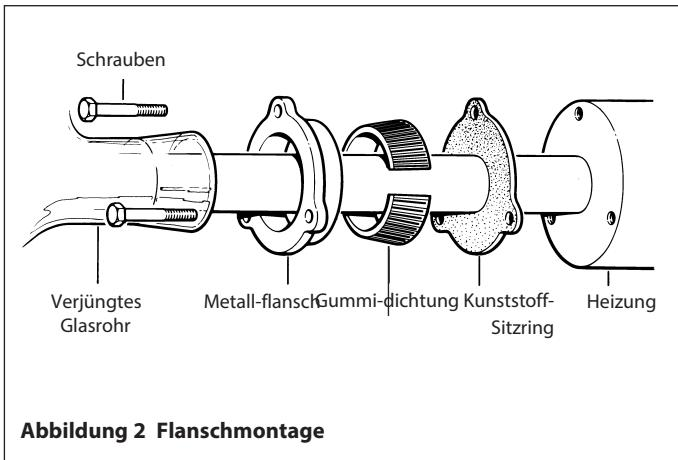

Abbildung 2 Flanschmontage
- Nehmen Sie den Boiler W4000/B, das Heizelement und den Dichtungssatz W4000/GK zur Hand. Montieren Sie das Heizgerät nach Abbildung 2.